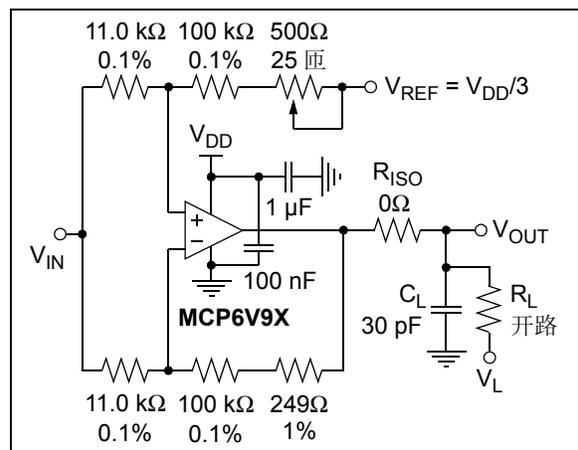

图 1-6: 动态输入行为的测试电路
- 注 1: 这些参数是根据图 1-6 中的电路得到的特性值。图 2-40 和 2-41 给出了直流时的 IMD 谱线、1 kHz 时的残余谱线、其他 IMD 谱线和时钟谱线。IMD 是指输入 (RTI)。
图 1-6 给出了动态输入行为（即，IMD、 t_{STR} 、 t_{STL} 和 t_{ODR} ）的测试电路。电位器用于平衡电阻网络（直流时， V_{OUT} 应等于 V_{REF} ）。运放的共模输入电压是 $V_{CM} = V_{IN}/2$ 。输入的误差 (V_{ERR}) 会出现在 V_{OUT} ，且噪声增益是 10V/V。